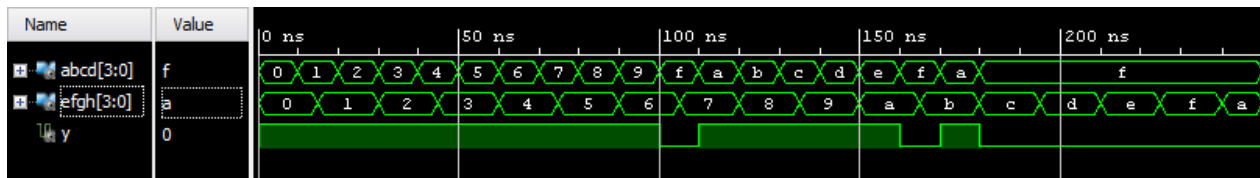

Figura 7. Resultados da simulação do circuito sintetizado no exercício 3.
c) Os resultados obtidos pela simulação comportamental estão presentes na Figura 7.